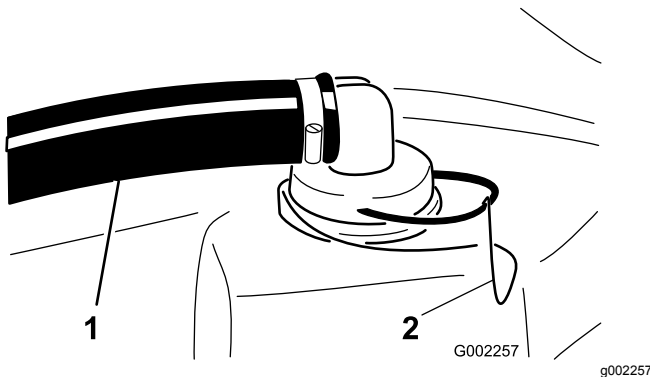

Bild 16
2. Nehmen Sie oben am Sprühbehälter den Halter ab, mit dem das Schlauchanschlussstück befestigt ist, der am dicken Schlauch und dem Siebgehäuse angeschlossen ist (Bild 16).
3. Nehmen Sie den Schlauch und das Schlauchanschlussstück vom Siebgehäuse ab (Bild 16).